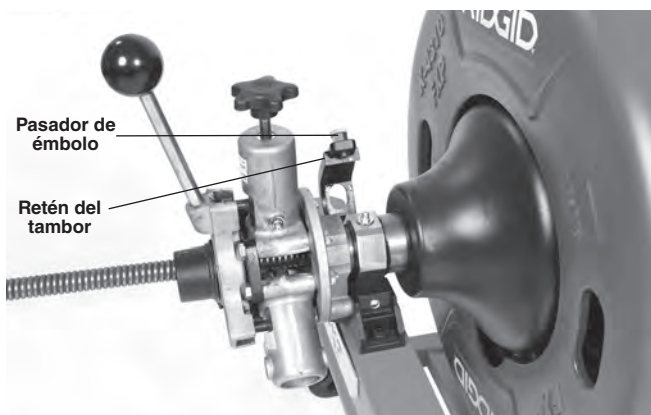

Figura 8 – Apertura del retén del tambor
1. Jale el pasador de émbolo y abra el retén del tambor (Figura 8).